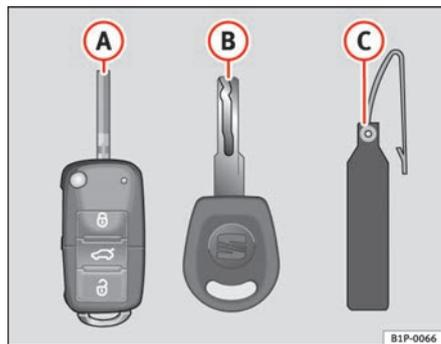

Fig. 62 Jogo de chaves
- uma chave com telecomando ⇒ fig. 62 **A** com palhete dobrável,
Só é possível fazer duplicados com o número da chave constante na etiqueta de plástico ⇒ fig. 62 **B**. Por isso: